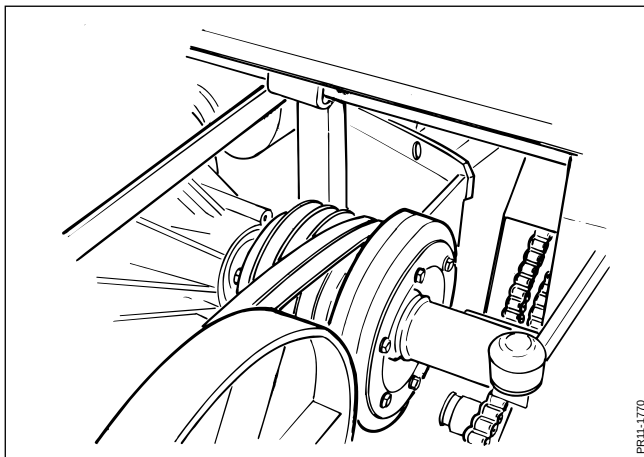

Fig. 4-22
**Fig. 4-22** I neutralstillingen slækkes remtrækket for drev af indføringssektionen, og denne står derved stille. **Dette er ikke en stilling der må betragtes som stilstand af maskinen, bl.a. fordi knivrotoren stadig roterer.** Desuden kan en tom, letløbende indføring stadig trækkes med af den lette friktion fra de slækkede remme.